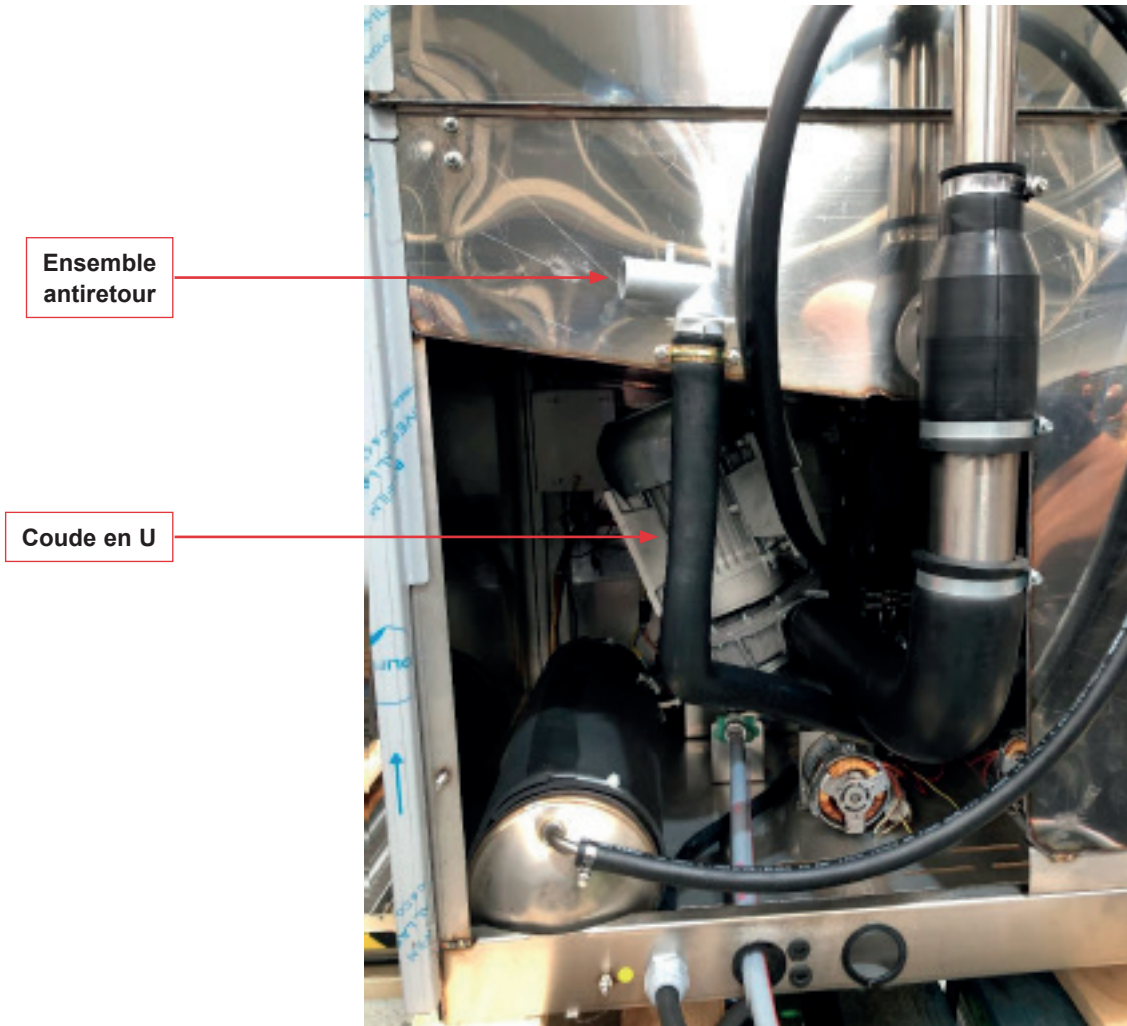

Figure 5 : Ensemble antiretour de l'évacuation.
- À l'une des extrémités du COUDE EN U, fixer l'ensemble antiretour (coude + membrane + fixation + raccord) à l'aide d'un collier 25-40L. **Voir figure 5.**
4. Appuyer sur le bouton (Fig B-2) : le numéro du modèle s'affiche. Le modèle actuel est le 1. Pour utiliser la pompe de vidange, mettre sur le numéro 5 (comme indiqué dans le tableau de la figure 5). Pour modifier le numéro de modèle, suivre les étapes 5 et 6.